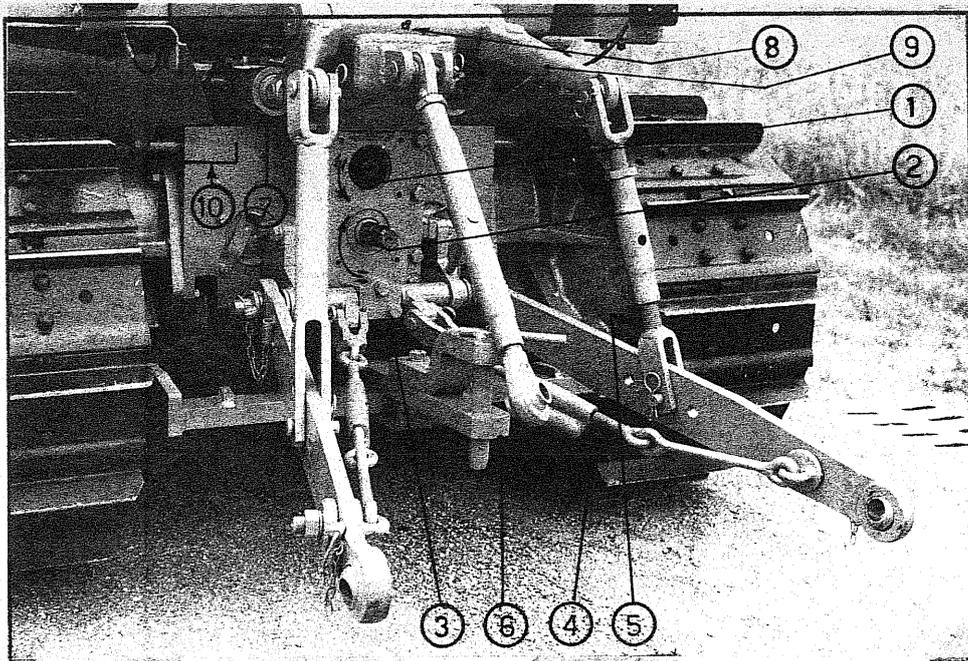
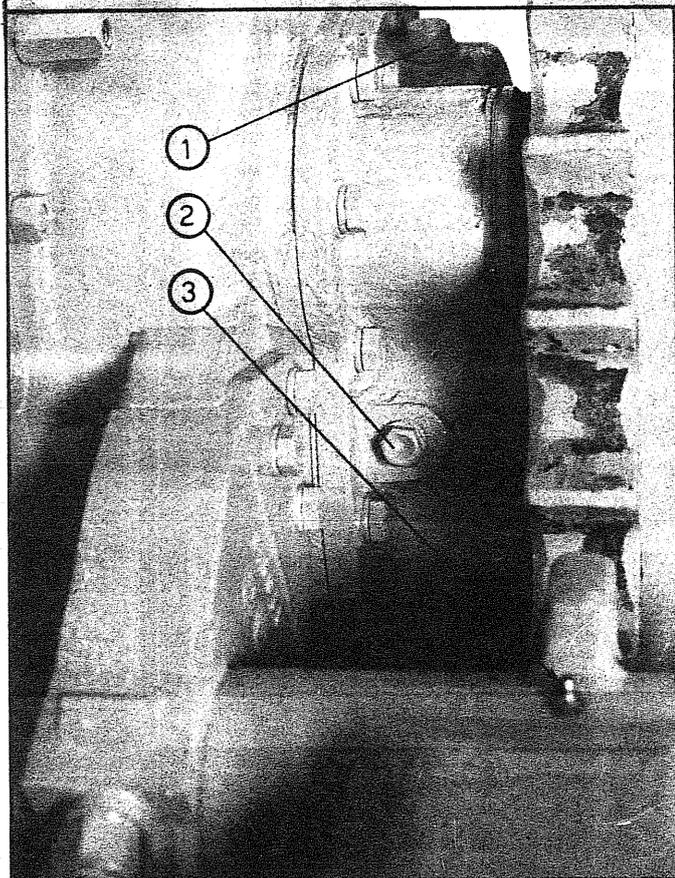

Fig. 6
Fig. 7
### PRESA DI FORZA (Fig. 6)
### DISPOSITIVO DI TRAINO (Fig. 6)
Il sollevatore idraulico è costituito da una pompa ad ingranaggi accoppiata al motore, da due martinetti (7 fig. 6) per il sollevamento dei bracci, da un
Lo sforzo massimo sollevabile all'estremità dei bracci (9 fig.6) del sollevatore in senso verticale, è di Kg. 3000.
- BARRA TRASVERSALE POSTERIORE (fig. 7)
- BRACCIO SOLLEVATORE (fig.6)
- SCATOLA CAMBIO (fig. 6 -8)
Ogni 2000 ore di lavoro cambiare l'olio scaricandolo attraverso il tappo (3 fig.6) situato sotto al coperchio della presa di forza. Usare olio AGIP F 1 ROTRA MP SAE 140.-
- RIDUTTORI LATERALI (fig. 6 e 7)
Ogni 240 ore di lavoro controllare il livello dal tappo (5 fig.6) accessibile dal retro della trattrice.
Cambiare l'olio ogni 2000 ore di lavoro scaricandolo dal tappo inferiore (4 fig.6) e caricandolo dal tappo (1 o 2 fig.7). Usare olio AGIP F1 ROTRA MP SAE 140.
Il numero è visibile posteriormente (10 fig. 6)